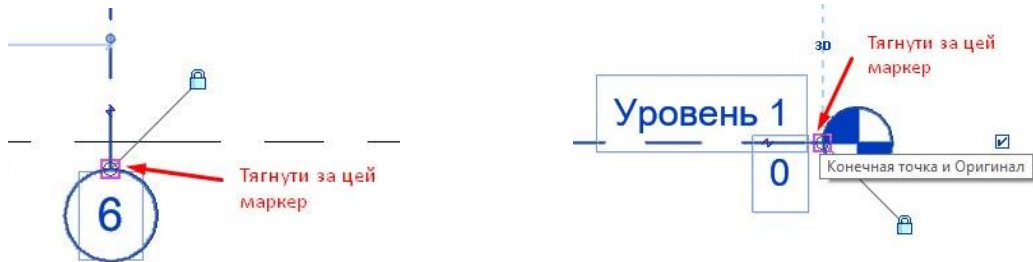

Рис. 2.7. Вирівнювання осей і рівнів
2. Для створення необхідних рівнів перейдіть до *Диспетчеру проекту* на фасадний вид *Південний*. При необхідності, вирівняйте положення осей і рівнів шляхом перетягування спеціальної мітки в потрібне положення (рис. 2.7).